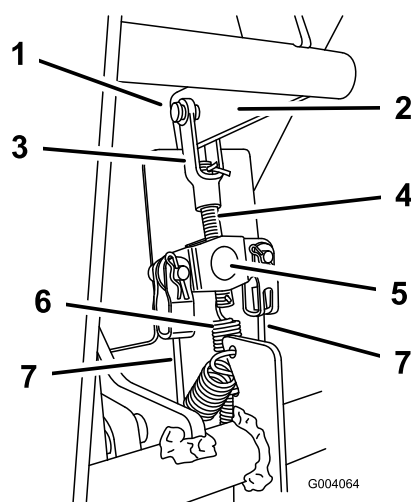

Figura 45
2. Verifique os cabos do travão no equalizador do travão (situado sob a caixa de controlo) e determine aproximadamente até onde a barra de travão e equalizador têm de ir para que não haja folga nos cabos (Figura 45).
3. Remova o contrapino do gancho e pinos de forquilha que prendem os pinos da barra do travão (Figura 45).
4. Desligue a mola da extremidade da barra do travão (Figura 45).
6. Aperte a barra do travão para dentro ou para fora do equalizador, consoante o necessário, para remover a folga dos cabos do travão (Figura 45). Não aperte demasiado os cabos.
7. Instale a mola na extremidade da barra do travão (Figura 45).
8. Ligue os pinos na barra do travão à alavanca do travão utilizando os pinos de forquilha e contrapinos removidos previamente (Figura 45).